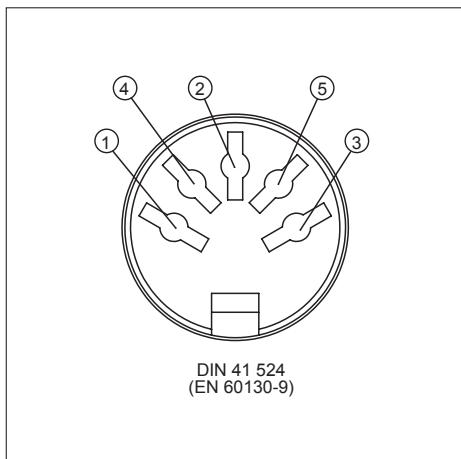

图 3 – 连接插孔分配
1. 将触发器插头插入到输入插孔 INPUT (B)。
3. 按照图 3 分配连接插孔。